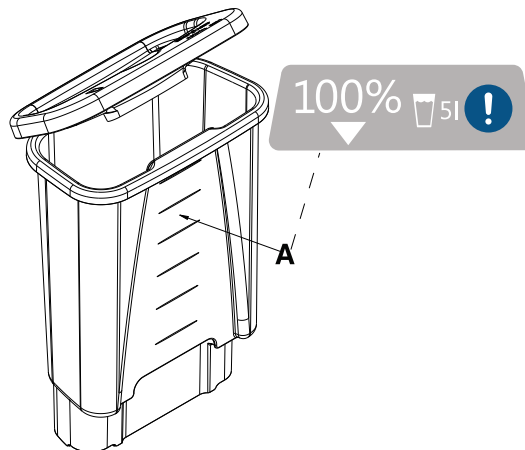

Рисунок 12-16: Линии наполнения резервуара
2. Наполните резервуар пятью литрами стерильной дистиллированной воды. Не наливайте воду выше верхней отметки, чтобы избежать переполнения водой (Рисунок 12-16 на странице 12-32).